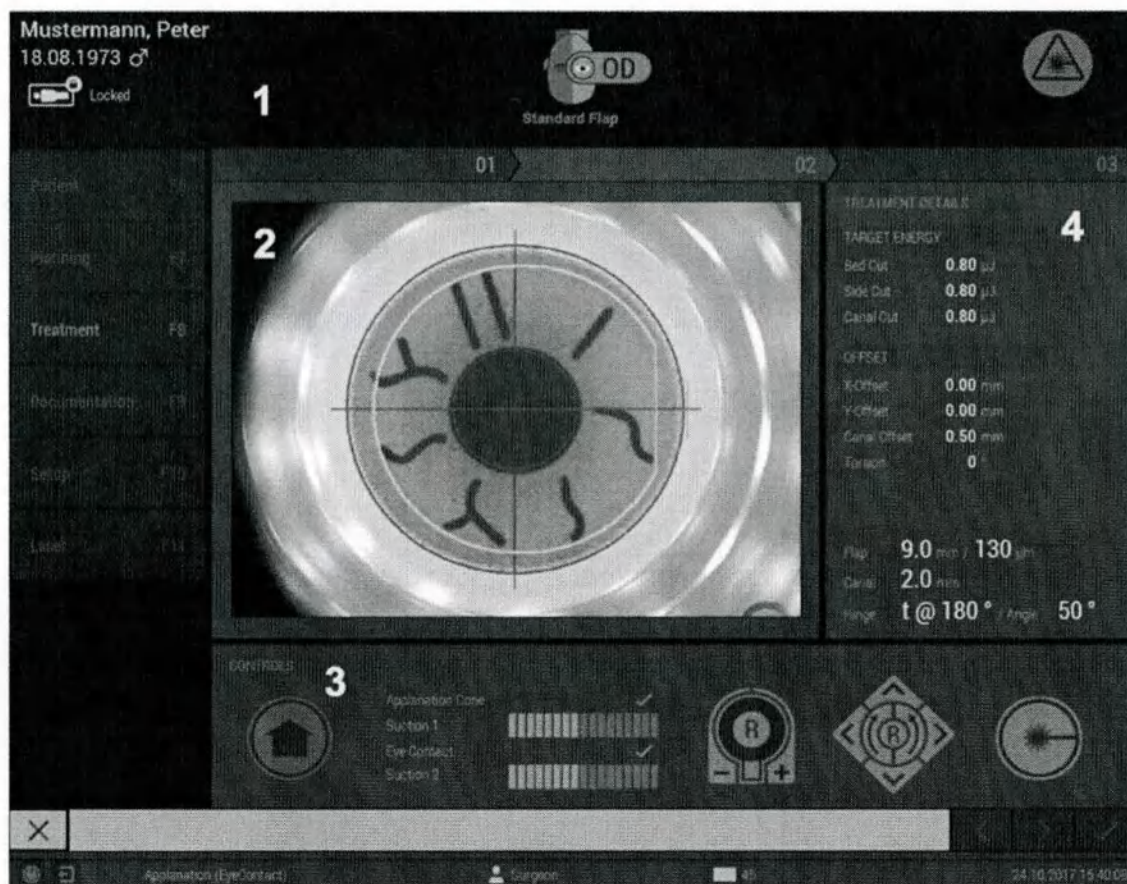

Рисунок 133: Окно лечения – Стандартный лоскут
Если вы заметили на этом изображении, что край аппланационной пластины аппланационного конуса не отцентрирован и не выровнен с красным кругом (см. рисунок 133 «Treatment Window - Step 02 - Standard Flap» («Окно лечения — Шаг 02 — Стандартный лоскут»)), не переходите к лечению, так как это может привести к непреднамеренному смещению реза.
- Подтвердите детали процедуры, целевую энергию и значения смещения, показанные в «Treatment Window – Standard Flap (Окно лечения – Стандартный лоскут)» (см. Рисунок 133).